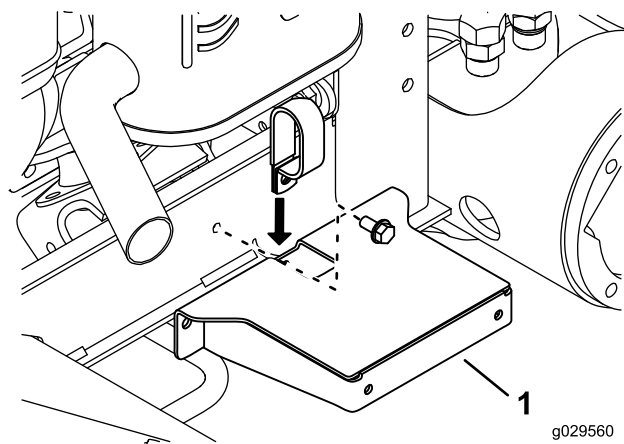

Рисунок 3
2. Вставьте нижнюю часть шлангового хомута в паз верхней части узла крепления крыла (Рисунок 3).
8. Установите, не затягивая, шланговый хомут и узел крепления крыла на швеллер рамы, используя шланговый хомут, болт и гайку (см. Рисунок 3).